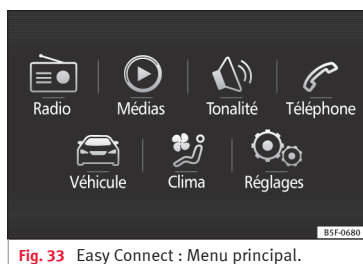
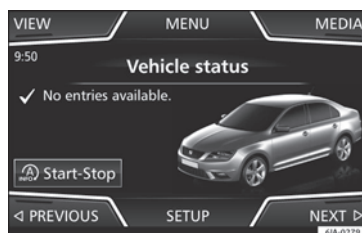

Fig. 33 Easy Connect : Menu principal.
Fig. 34 Easy Connect : Menu CAR
- Appuyez sur la touche **(MENU)** du système puis sur le bouton **(CAR)** » **fig. 33**, ou sur la touche **(CAR)** du système, pour atteindre le menu **CAR** » **fig. 34**.
- Appuyez sur le bouton de fonction **(Setup)** pour ouvrir le menu **Réglages du véhicule** » **fig. 34**.